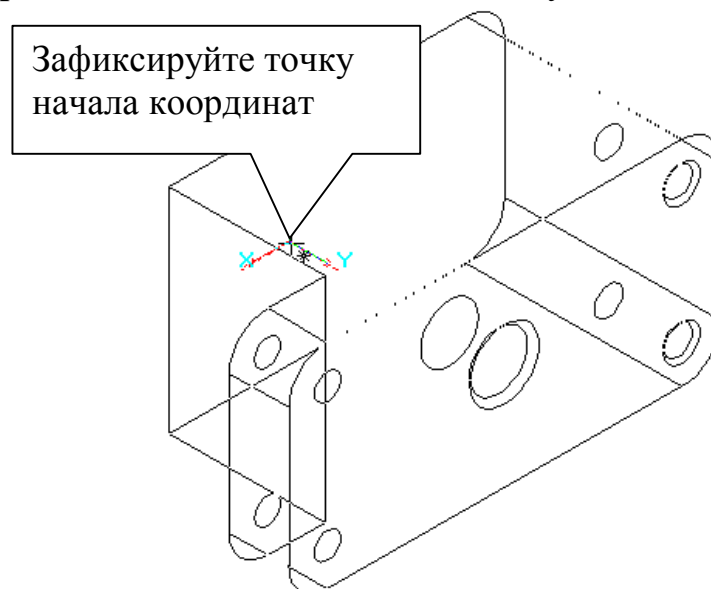

Рис. 78
- 1) Нажмите кнопку **Добавить из файла**  на панели **Редактирование сборки**  и откройте модель «Основание». Подведите курсором фантом модели к началу координат и зафиксируйте ее положение в точке начала координат (при этом курсор должен находиться в режиме указания вершины +*), рис. 78. Установите ориентацию XYZ. Нажмите кнопку **Полутоновое отображение** .